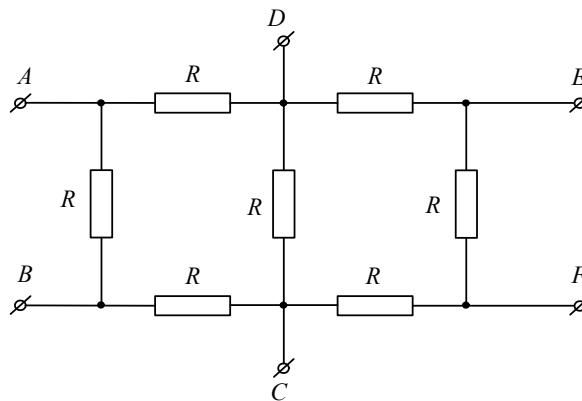

Рисунок 6
**Задача 3.** В схеме (рис.6) значения сопротивлений резисторов одинаковы и равны  $R=100\text{Ом}$ . Определить в общем виде значения сопротивлений между зажимами АВ, АС, АД, CD, АF.